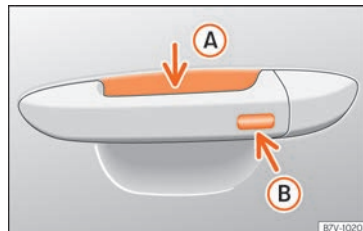

Fig. 150 Manecilla de la puerta: superficies sensoras.
• Mantenga un dedo durante algunos segundos sobre la superficie sensora de bloqueo » » fig. 150 (B) de la manecilla de la puerta para que se cierre el techo. Si deja de tocar la superficie sensora se interrumpe la función de cierre.